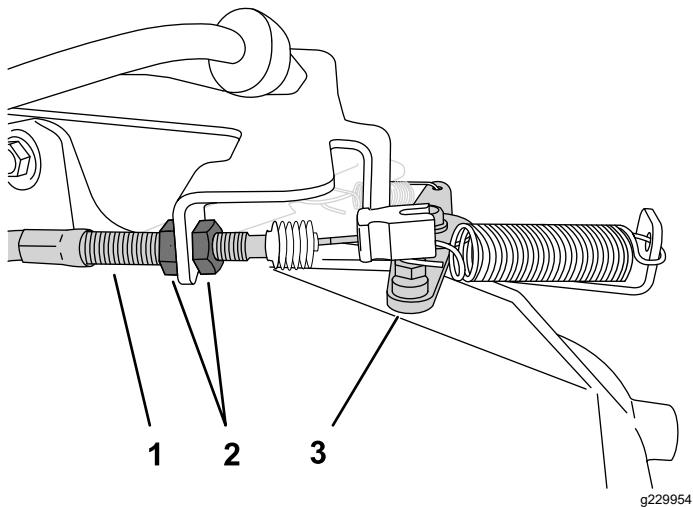

Figure 43
2. Sur la gaine du câble d'accélérateur, desserrez l'écrou de blocage avant et serrez l'écrou de blocage arrière pour augmenter le ralenti (Figure 43).